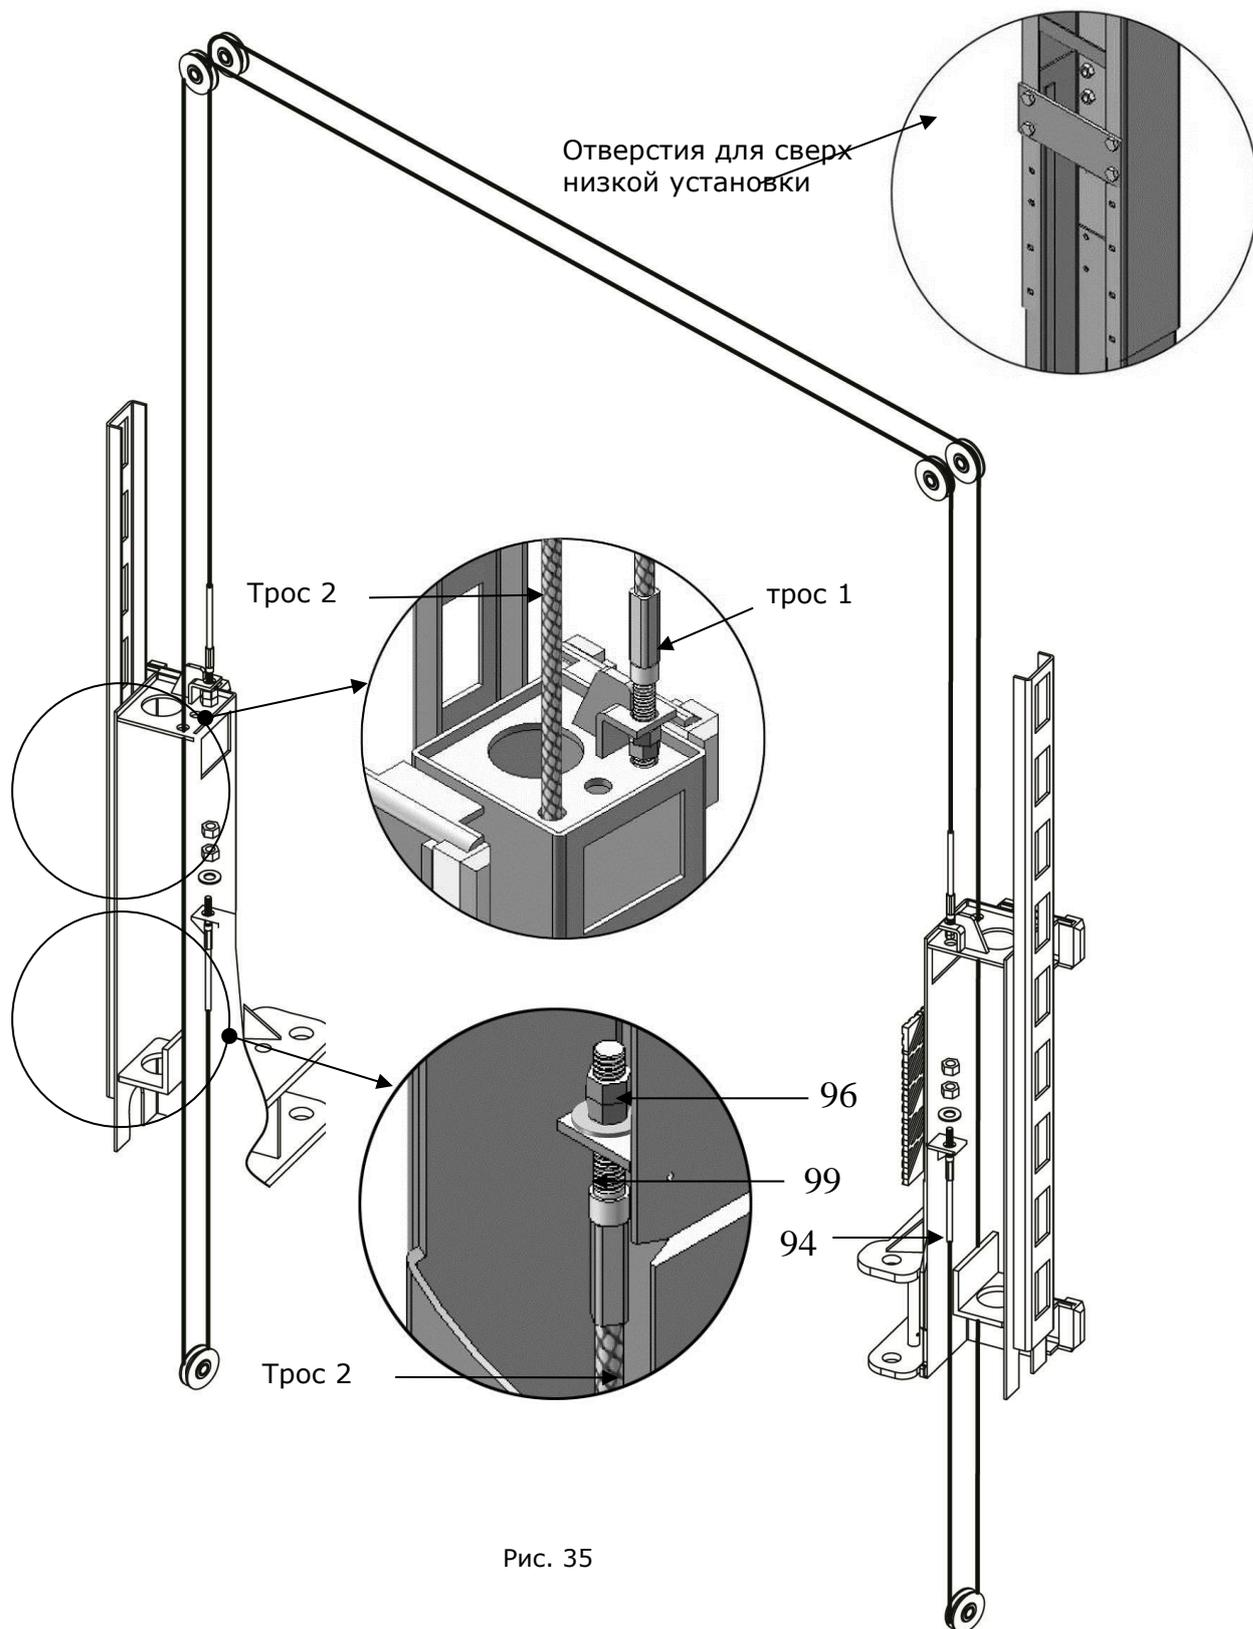

Рис. 35
3. Сверхнизкая установка. Подходит для установки подъемника на высоту от 3820mm(150 3/8") до 4250mm (167 3/8") (См. рис. 35). Необходимо дополнительно приобрести короткий трос!